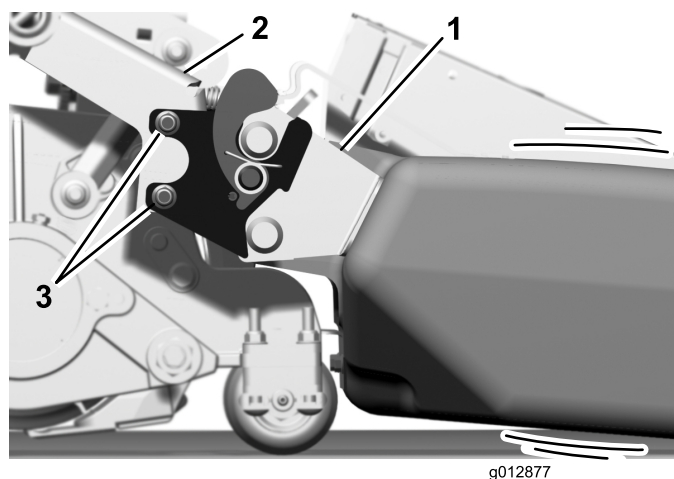

図 17
- A. それぞれのバスケットの各端部で、ガイドとブラケットアセンブリをバスケットブラケットに固定しているキャリッジボルトとナットをゆるめる 図 17。